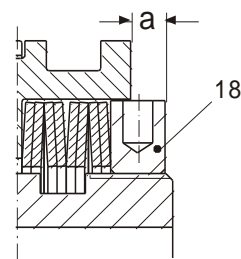

图 12
3. 通过拧动调节螺帽（18），如图 12 所示，调整尺寸“a”。